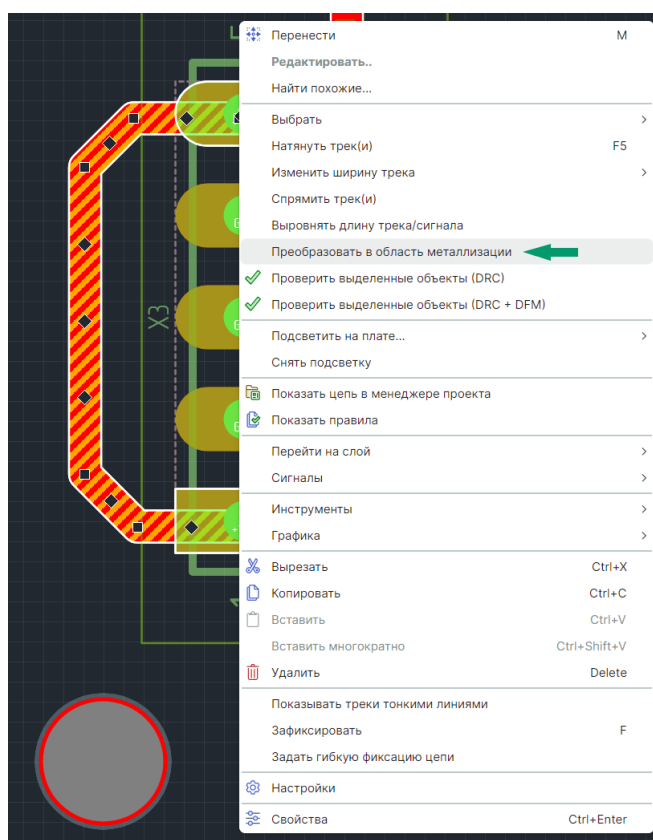

Рис. 439 Преобразование выделенного трека в область металлизации
2. Из контекстного меню выберите пункт «Преобразование в область металлизации», см. Рис. 439.